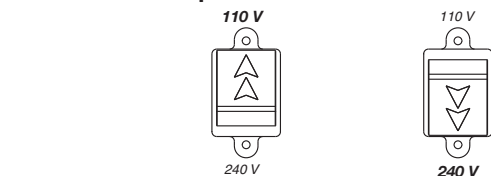

Fig. 1
**En los modelos "DV" controlar que la cubierta (Fig. 1) de la tecla de selección de la tensión de alimentación, esté orientada de modo que sus flechas indiquen el valor de tensión requerido.**